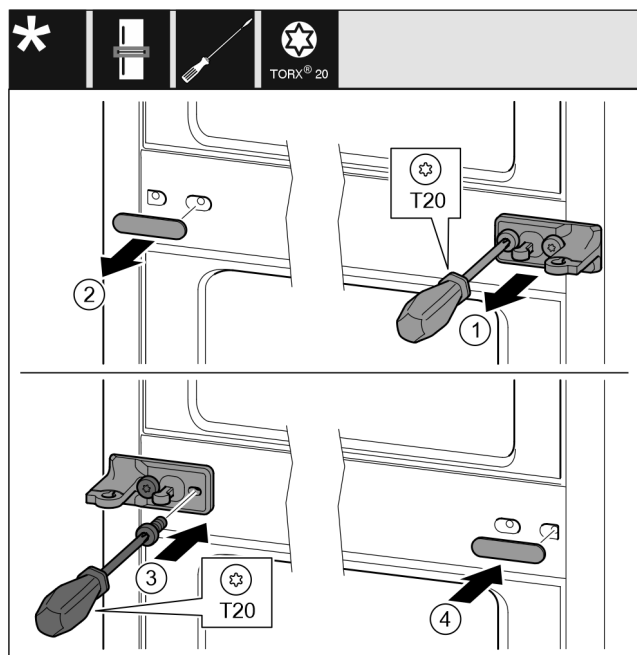

Fig. 11
- Stiahnite podložku. Fig. 11 (1)
- Skrutkovačom T20 vyskrutkujte skrutky. Fig. 11 (2)
- Opatrne stiahnite kryt. Fig. 11 (3)
- Ložiskovú konzolu s fóliou priskrutkujte otočenú o 180° na druhú stranu. Fig. 11 (4)
- Kryt pripevnite otočený o 180° na druhú stranu. Fig. 11 (5)
- Podložku nasuňte spredu. Fig. 11 (6)